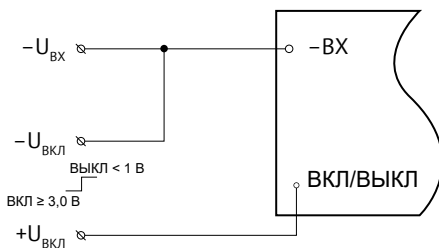

Рис. 5. Управление логическим напряжением.
**Первый способ:** подачей управляющего сигнала на вывод «ВКЛ/ВЫКЛ» относительно «-ВХ» [Рис. 5]. Если напряжение на выводе «ВКЛ/ВЫКЛ» менее 1,0 В, то модуль перейдет в выключенное состояние. Если напряжение на данном выводе 3,0 В или более, то модуль перейдет во включенное состояние.